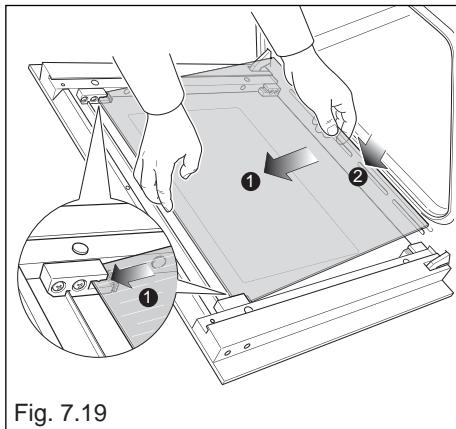
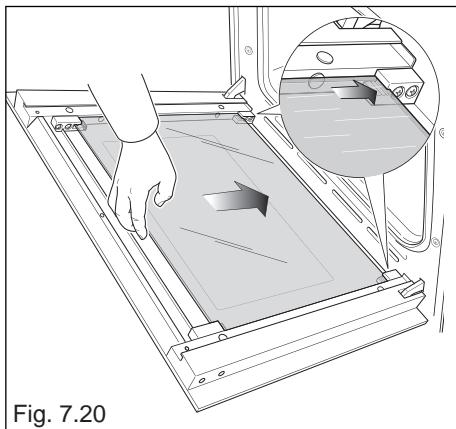

Fig. 7.19
Fig. 7.20
- Insérez en douceur le bord supérieur de la vitre dans les pinces supérieures (flèche 1 sur la fig. 7.19), puis abaissez la vitre et insérez le bord inférieur dans les pinces inférieures (flèche 2 sur la fig. 7.19); ensuite, faites glisser la vitre en position (fig. 7.20).